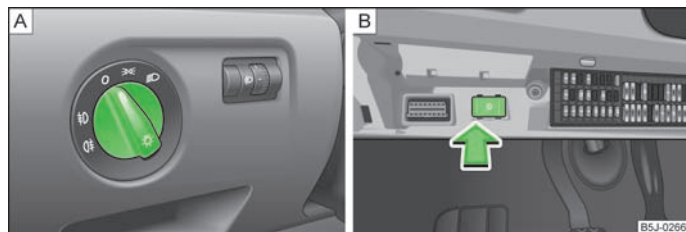

Fig. 21 Painel de bordo: interruptor de luzes / caixa de fusíveis: interruptor para as luz de circulação diurna
Nos veículos com **volante à direita**, a disposição dos interruptores varia um pouco da disposição ilustrada em » Fig. 21. Todavia, os símbolos que identificam as várias posições são idênticos.
- Rode o interruptor de luzes » Fig. 21 - A para a posição .
- Rode o interruptor de luzes para a posição O » Fig. 21 - .
- Ligue o interruptor para a luz de circulação diurna » Fig. 21 - .
- Desligue o interruptor para a luz de circulação diurna » Fig. 21 - .
- Rode o interruptor de luzes para a posição de mínimos  ou médios  » Fig. 21 - .